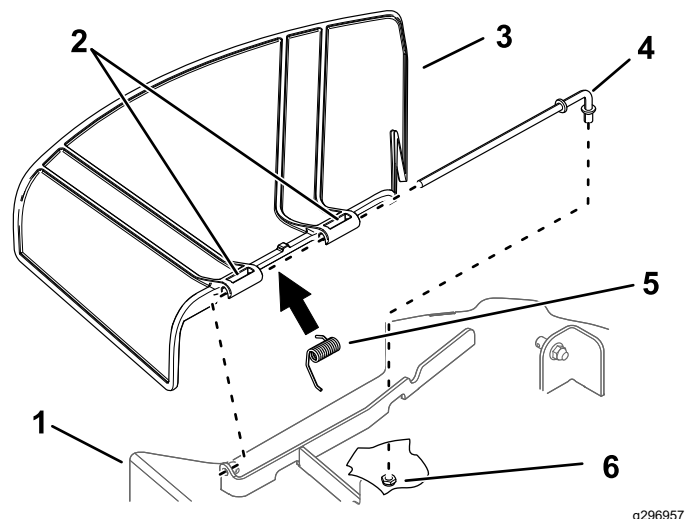

Bild 75
1. Nehmen Sie die Mutter ($\frac{3}{8}$ ") aus der Stange unter dem Mähwerk ab (Bild 75).
2. Schieben Sie die Stange aus der Mähwerkhalterung, der Feder und dem Ablenkblech (Bild 75).
4. Montieren Sie das neue Ablenkblech (Bild 75).
7. Schieben Sie die Stange durch den zweiten Drehzapfen am Grasablenkblech (Bild 75).
9. Befestigen Sie das hintere Stangenende mit einer Mutter ($\frac{3}{8}$ ") am Mähwerk, wie in Bild 75 abgebildet.